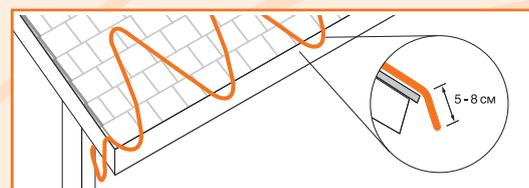

Рис. 4.12 Капающая петля
- Саморегулирующийся кабель должен образовывать на грани кровли "капающую" петлю (рис. 4.12) или, спускаясь в желоб, соприкасаться с кабелем, обогревающим желоб, и крепиться пластиковыми хомутами.